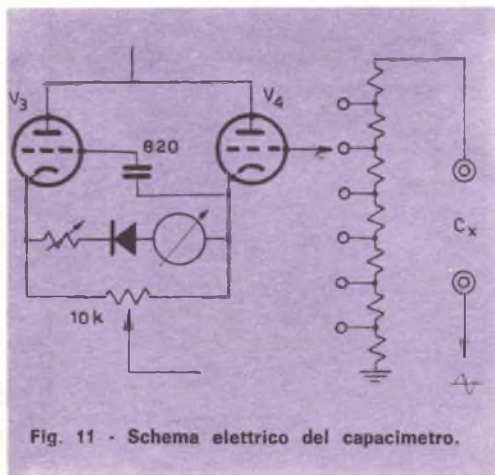

Fig. 11 - Schema elettrico del capacimetro.
**Realizzazione del capacimetro** - La realizzazione è effettuata secondo la fig. 11. Quali resistori campione per la misura di capacità